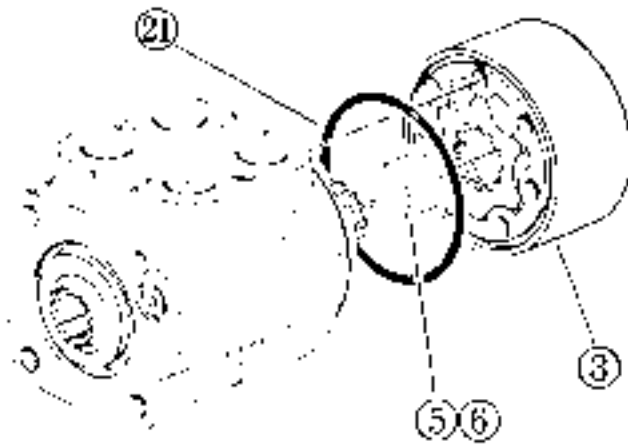
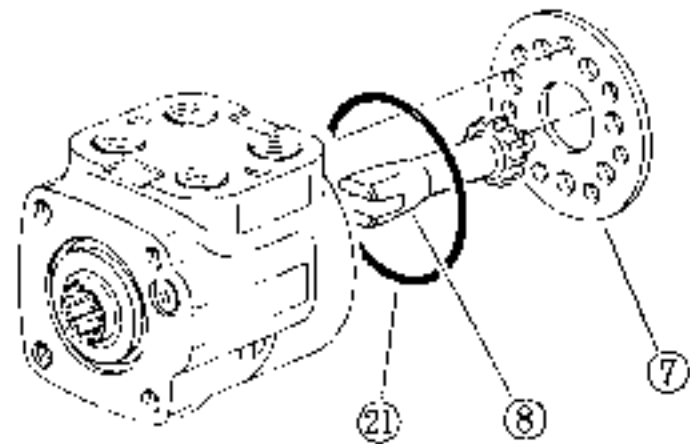

Fig. 6
Fig. 7
4. Take out O-ring (3) from end cap (2).
5. Remove rotor set (3), taking care not to drop the star in the rotor set. (Fig. 6)
6. Remove O-ring (4) and spacers (5), (6) from rotor set (3).
7. Remove drive (7), plate (8) and O-ring (9). (Fig. 7)
5. ロータセット(3)を外す。この時、ロータセット内のスターを落さないように注意する。(Fig. 6)
7. ドライブ(7)、プレート(8)、Oリング(9)を外す。(Fig. 7)